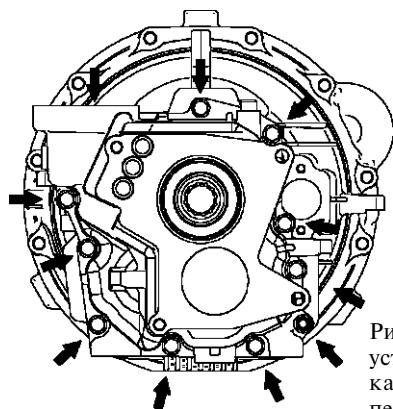

Рис. 6.9. Снятие и установка переднего картера коробки передач
9. Снимите передний картер коробки передач, отвернув болты крепления (показаны стрелками) (рис.6.9).